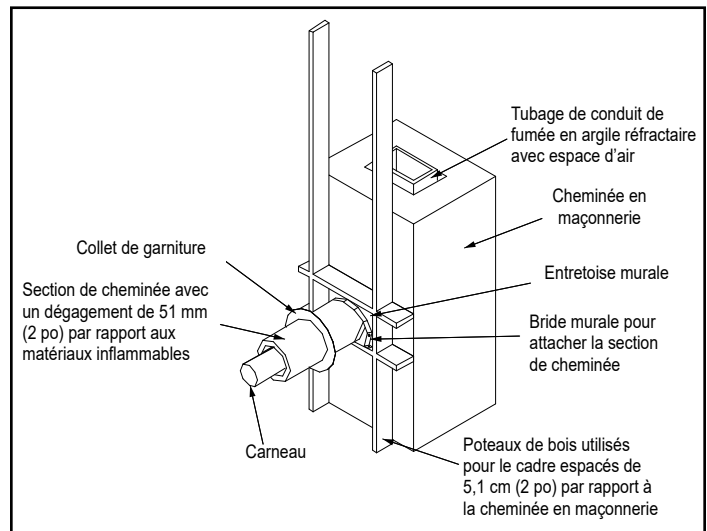

Figure 4.4
3. Construisez un cadre de 432 x 432 mm (17 x 17 po) (dimensions extérieures) pour l'ouverture dans la charpente du mur en utilisant du bois de charpente de 5 x 5 cm (2 x 2 po). L'ouverture intérieure de ce cadre doit faire 356 x 356 mm (14 x 14 po) au minimum, Figure 4.4. Installez l'entretoise du mur sur le côté cheminée du cadre.